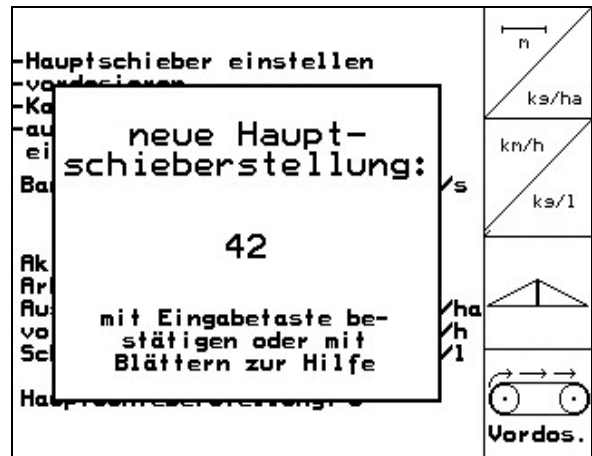

Fig. 30
- Se calculará y mostrará la nueva posición de la corredera principal (Fig. 30).